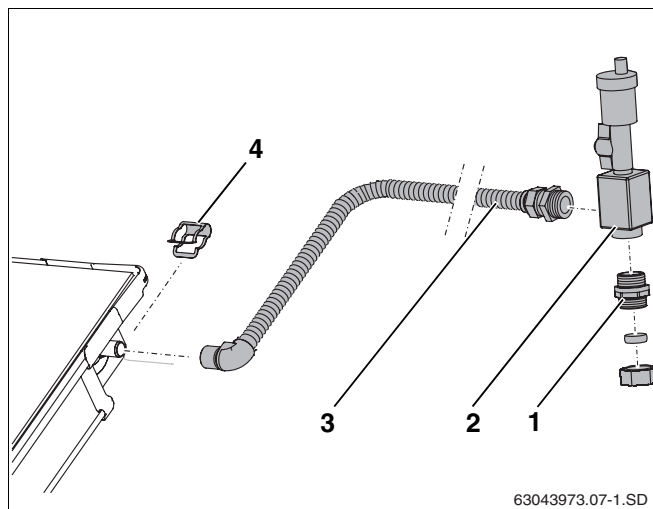

Рис. 37 Монтаж воздушного клапана под крышей
- Надеть соединительную трубу (рис. 37, **поз. 3**) на штуцер подающей линии коллектора и зафиксировать зажимом (рис. 37, **поз. 4**).
- Завернуть соединительную трубу (рис. 37, **поз. 3**) и двойной ниппель (рис. 37, **поз. 1**) в воздухо-сборник (с кольцевым уплотнением).
- Подсоединить сборную линию к двойному ниппелю с зажимным кольцом (рис. 37, **поз. 1**).